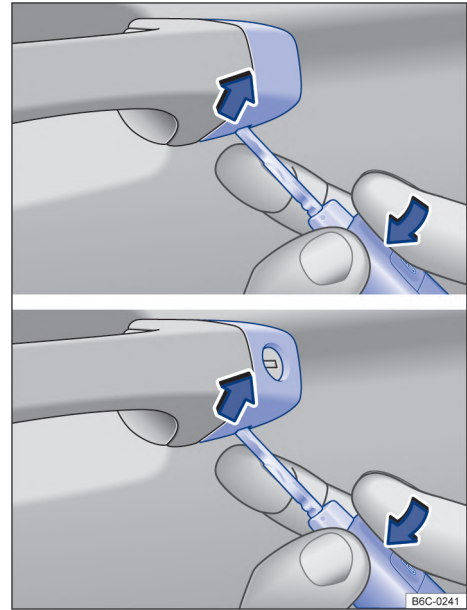

Fig. 57 Manilla la puerta del conductor: desacoplar la caperuz.
- Levantar la caperuz con la llave del vehículo en el sentido de la flecha → fig. 57.